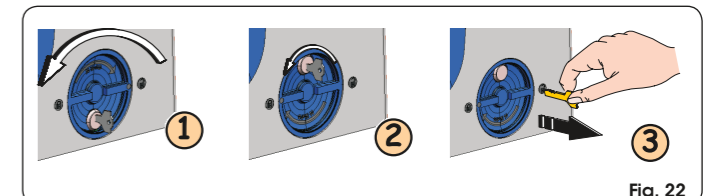

Fig. 22
- Gire el sistema de desbloqueo en sentido antihorario unos 180°, tal y como se indica en la Fig. 22 ref. 1).
- Gire la llave en sentido antihorario, Fig. 22 ref. 2), y retírela de la cerradura, como se indica en la Fig. 22 ref. 3).